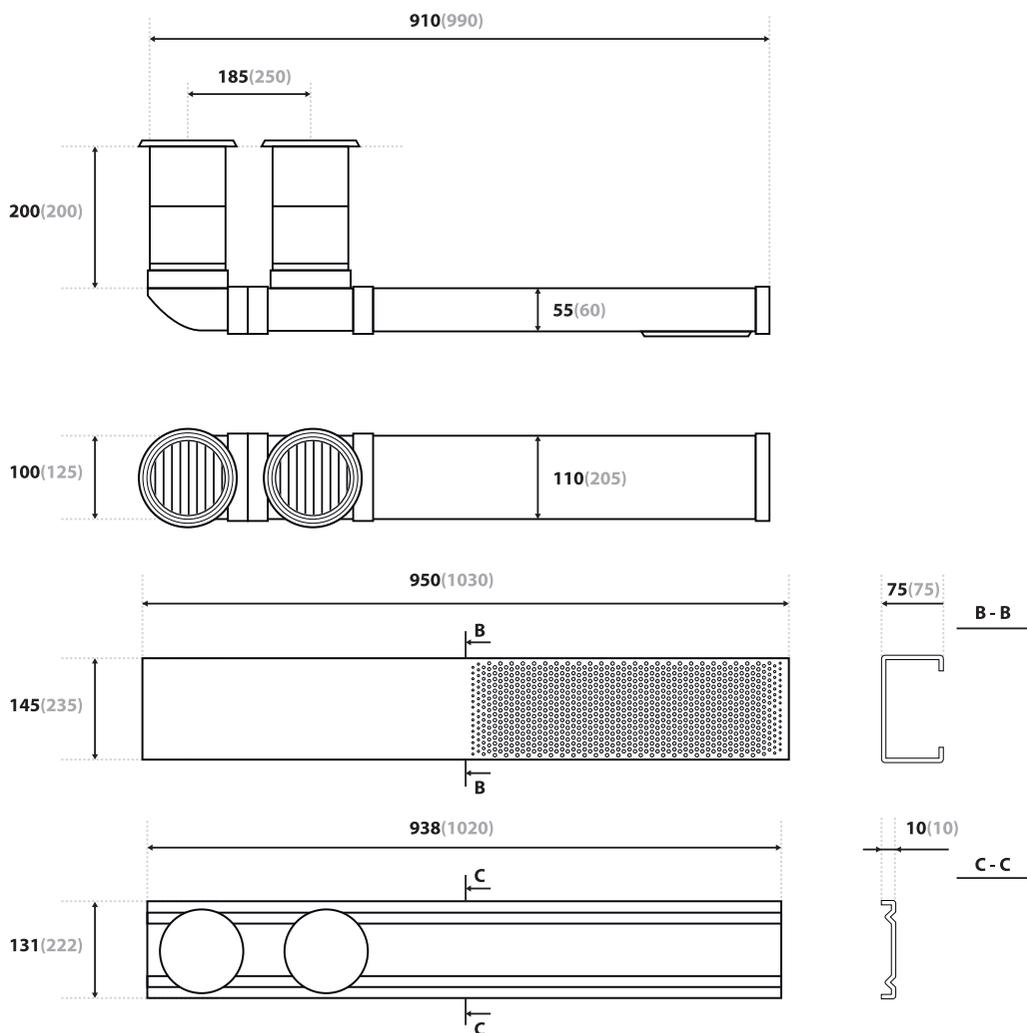

Рис.3 Модели HFA30, HFA30t, HFS30, HFS30t, HFX30, HFX30t
2. В стене с помощью инструмента предназначенного для работы с материалом, из которого изготовлены стены, необходимо проделать сквозные каналы (с небольшим уклоном 2-3 градуса в сторону улицы) для притока и вытяжки на расстоянии в соответствии с таблицей массогабаритных показателей и присоединительных размеров (рис. 3):